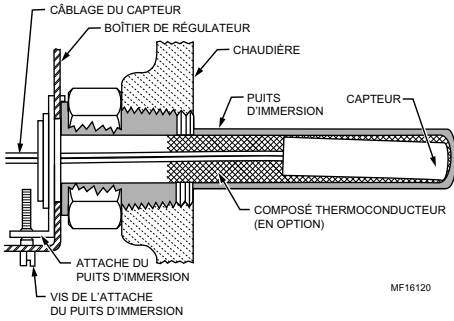

Fig. 2. Position du capteur dans le puits d'immersion.
Si le capteur n'épouse pas parfaitement la forme du puits, utiliser le composé thermoconducteur (fourni avec les modèles TRADELINE®) en procédant comme suit : plier le sac de plastique contenant le composé thermoconducteur sur le sens de la longueur et l'enrouler doucement. Couper ensuite l'extrémité du sac et la placer tout au fond du puits. Tirer doucement sur le sac pour le retirer du puits tout en le comprimant fermement de manière à distribuer uniformément le composé dans le puits. Plier le fil, au besoin, pour que le capteur reste au fond du puits et que la paroi externe du capteur reste en contact avec la paroi interne du puits. Consulter la Fig. 2. Essuyer l'excès de composé de l'extrémité extérieure du puits.
3. Mettre le capteur à l'intérieur du puits comme l'indique la Fig. 2 ou 3. (Consulter la section traitant de l'installation du capteur de recharge.)